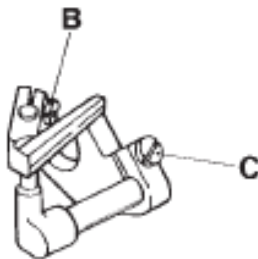

Fig. 12
At this moment, the clearance of 0-0.05mm should also be provided between Needle (left) and the Guard (Rear) by loosening Screw (B). (Fig. 12)
En este momento, también tiene que dejar un espacio libre de 0-0.05 mm entre la Aguja de la izquierda y el Guarda Agujas Posterior aflojando el Tornillo (B). (Fig. 12)